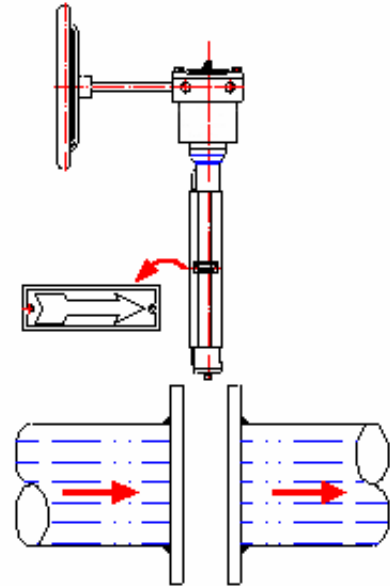

Fig 3.
7.3 Foretrukken flowretning er med ventilspindel vendt mod tryksiden. Ventil kan anvendes til bidirectionalt flow. (Fig 3)